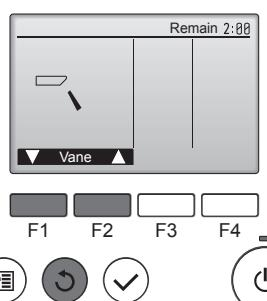

Fig. 8-4
- Kanaatçık çalışma ekranını görüntülemek için [SELECT] (SEÇ) düğmesine basın ve otomatik kanaatçığı kontrol etmek için [F1] ve [F2] düğmelerine basın. (Fig. 8-4)